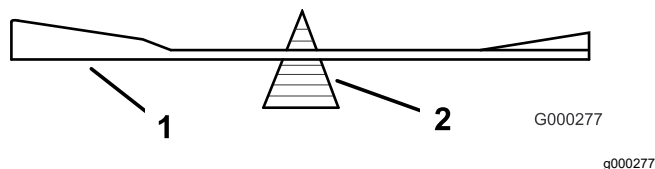

Figure 74
2. Vérifiez l'équilibre de la lame en la plaçant sur un équilibreur (Figure 74).